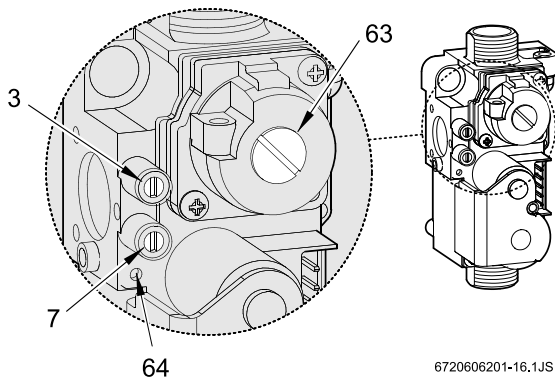

Fig. 21 Valvola gas
- ▶ Smontare il tappo della vite di regolazione (Fig. 21, pos. 63).